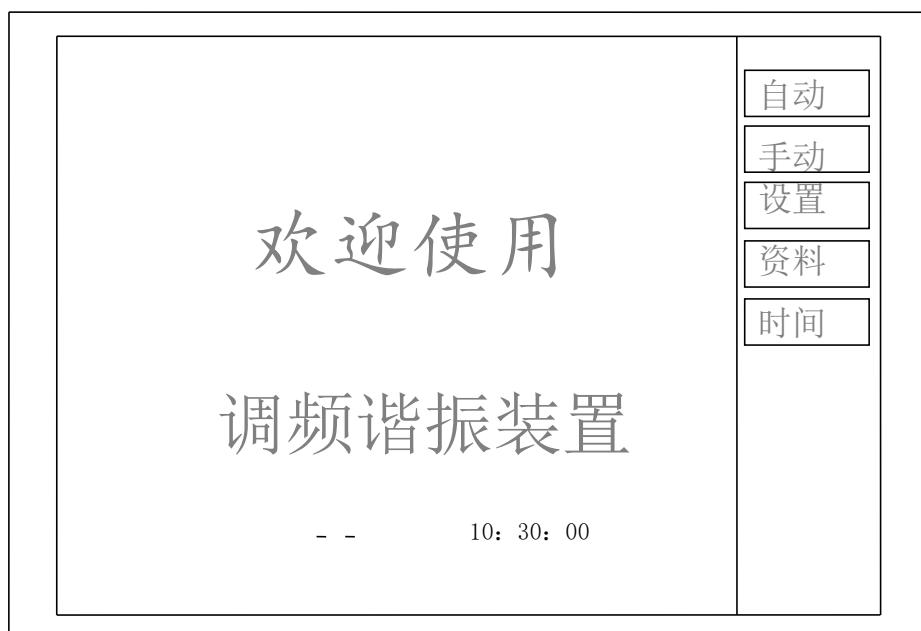
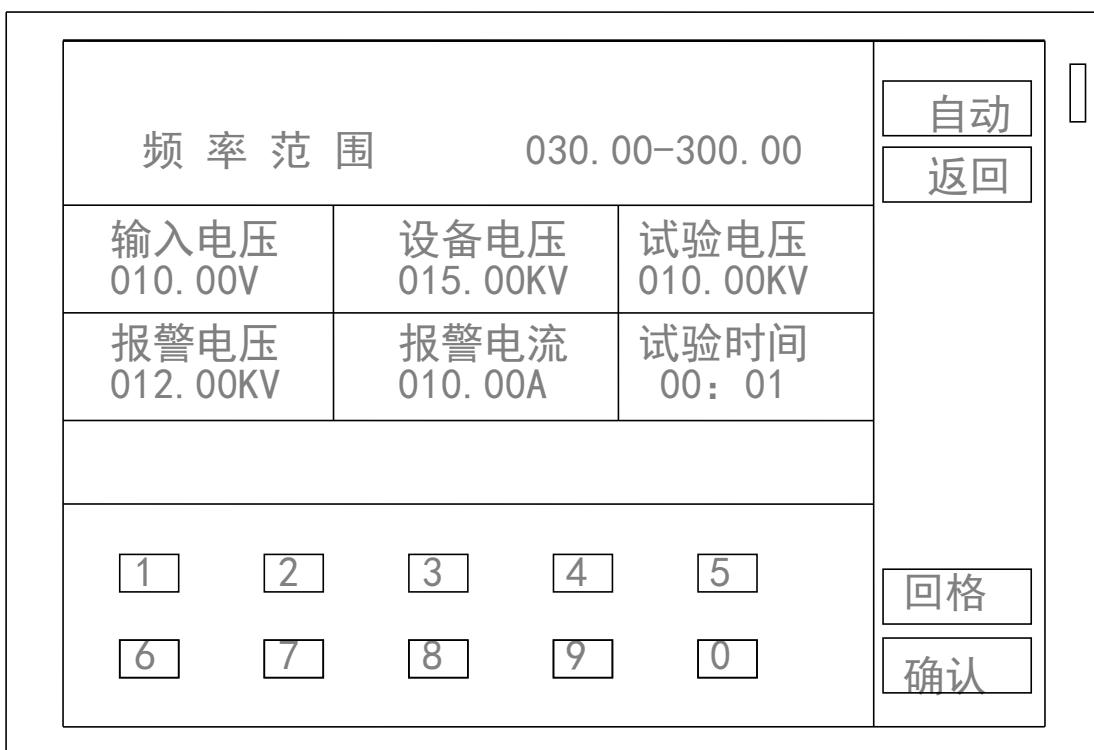

图2
图 3
2.1.5. 开机后，液晶的显示界面如图 2 所示。
点击“设置”后, 液晶的显示界面如图 3。
● **返回：**设置完成后返回到图 2 界面。
注意：因为你是第一次使用我们的设备，建议在进行试验操作前仔细检查你的当次设置是否符合试验要求。具体做法就是在试验前你再次点击“**设置**”，进入图 3 界面，依次检查每一项参数，确认与试验要求符合后再点击“**返回**”进入待试验的图 2 界面。
进入图 2 界面，点击“自动”，进入下图 4 界面，点击“启动”，“确认”，则自动进行调谐、升压、计时、降压。